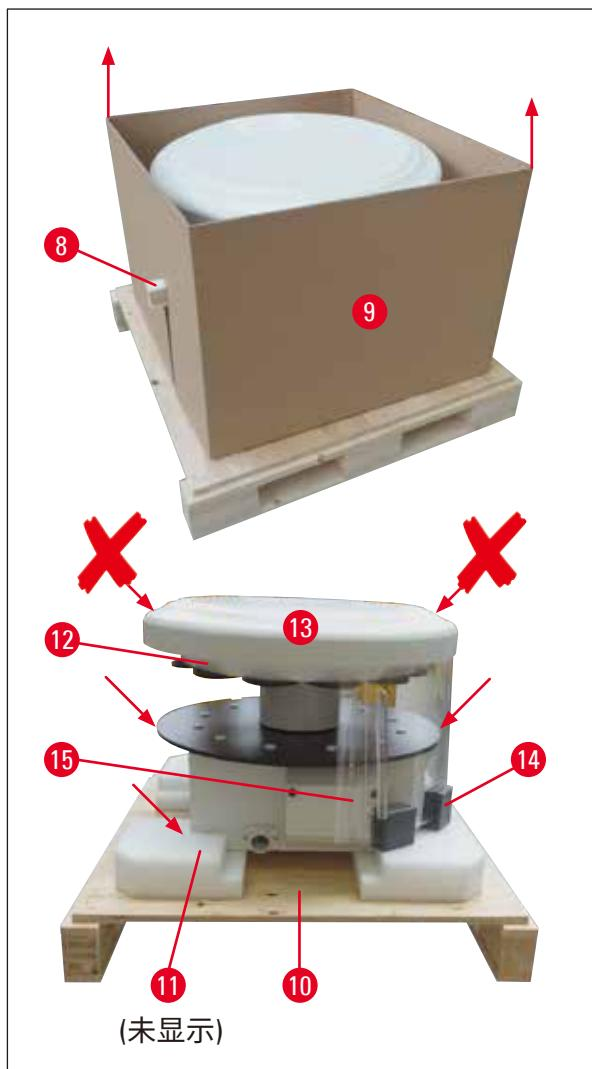

图 11
- 抬起仪器时（2 个人），抓住试剂容器平台或外壳下半部分（参见下图（→图 11），→图 11-10）上抬起。